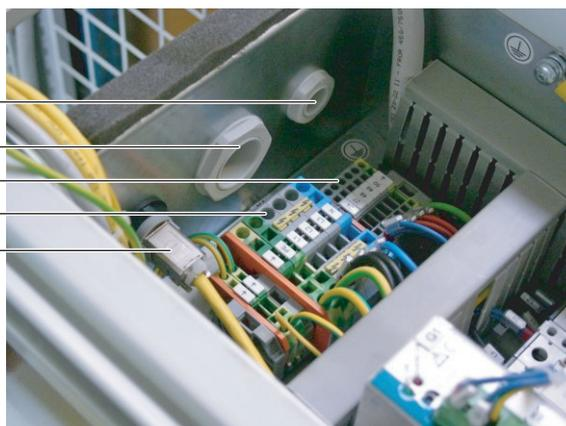

Fig. 25 : bornes de raccordement dans le boîtier électronique
- Si vous souhaitez mettre en marche et arrêter le LCP DX à l'aide d'un interrupteur à distance : retirez dans le boîtier électronique, le pont entre les deux bornes 24 et 27 (« Remote On-Off ») et branchez-y un interrupteur à distance contact sec (contact de fermeture) (fig. 25, pos. 3).